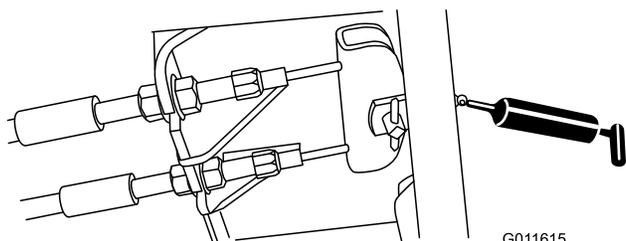

Рисунок 48
- Педаль тормоза (1 шт.) (Рисунок 48)